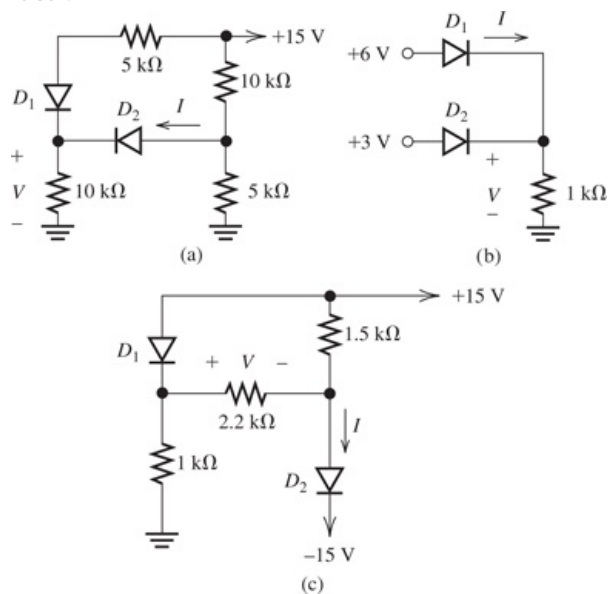

Figure P9.37
***P9.37.** Trouver les valeurs de i et V pour les circuits de Figure P9.37, en supposant que les diodes sont idéal.